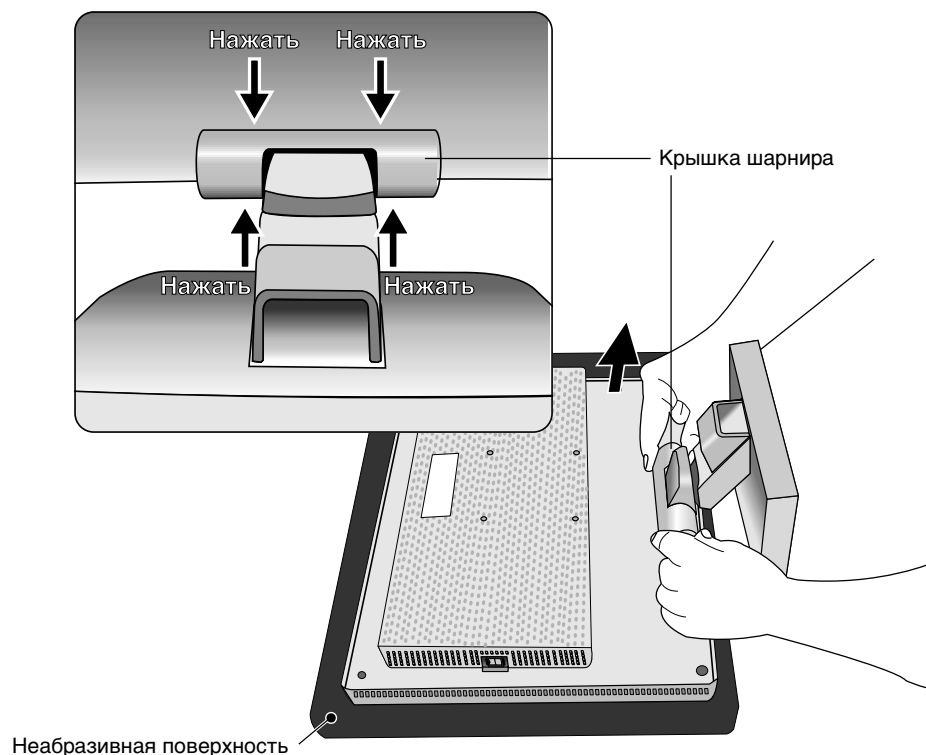

Рисунок R.1
2. Положите монитор экраном вниз на неабразивную поверхность (**Рисунок R.1**).
3. Снимите крышку шарнира (**Рисунок R.1**).